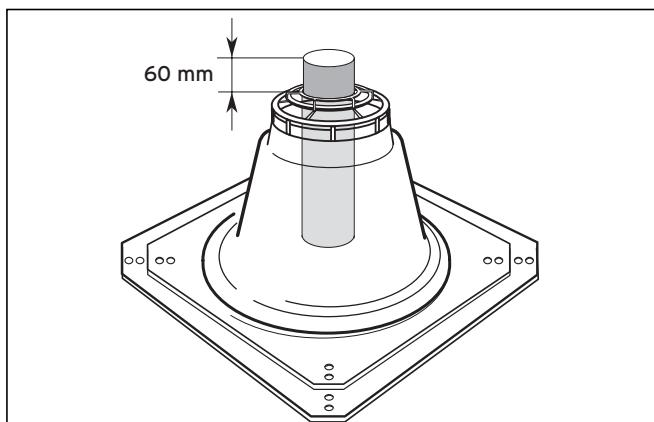

Рис. 6.73 Длина верхней трубы газоотвода
- Контроль: Над основанием шахтной насадки (2) должно выступать 60 мм (см. рис. 6.73).
- Зажмите колпак шахтной насадки (1) над верхним концом жесткого выпускного газопровода и сильно надавите. (Колпак не фиксируется в основании.)